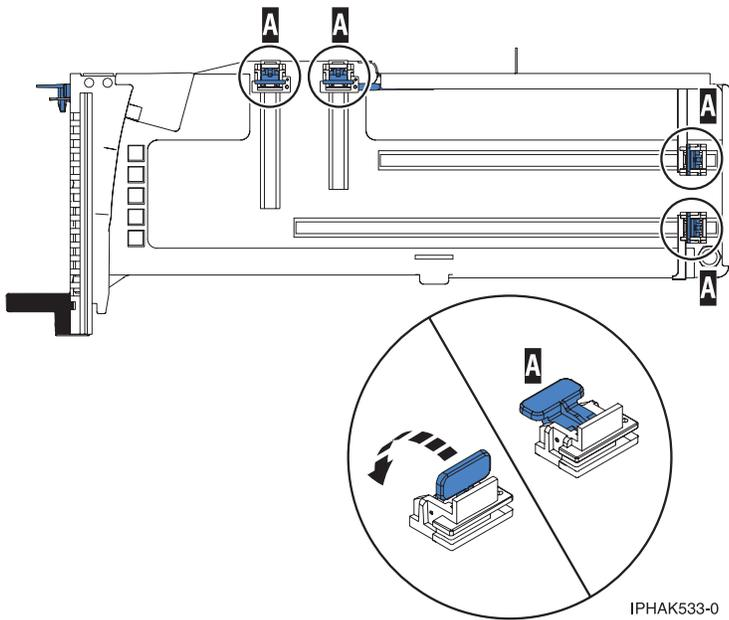

Figure 26. Crochets de retenue
- b. Vérifiez que tous les crochets de retenue de carte (**A**) sont repoussés vers les bords de la cassette pour permettre l'installation de la carte. Pour plus d'informations, voir la figure 26, à la page 34.